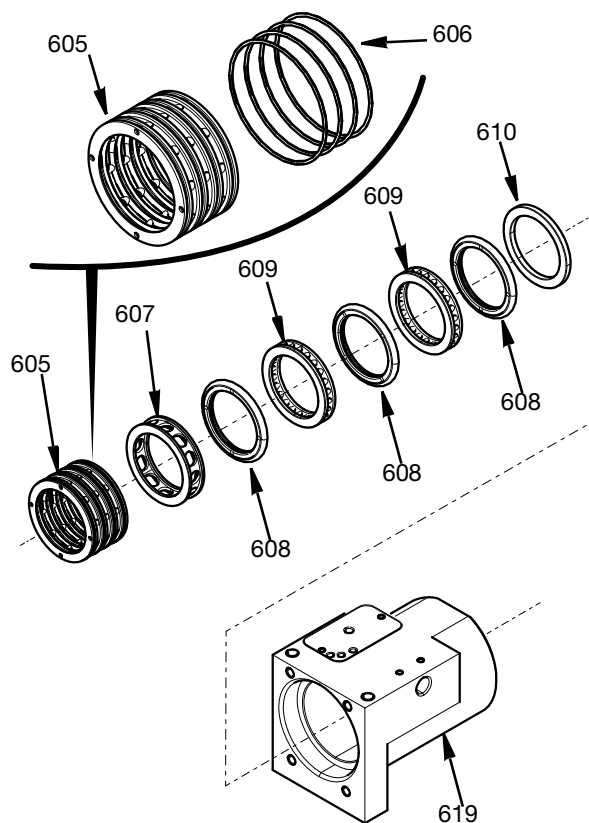

FIG. 22
2. Setzen Sie alle Teile vorsichtig und rechtwinklig in das Schwenkgehäuse ein, wie in FIG. 22. O-Ringe (606) müssen am Luftverteillerring (605) montiert werden, bevor sie in die Schwenkgehäusebohrung eingesetzt werden. Stellen Sie sicher, dass alle Dichtungen und die Bohrung des Schwenkgehäuses vor der Montage leicht geschmiert wurden. Siehe FIG. 22.